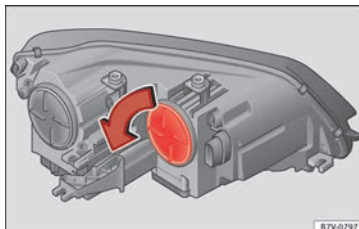

Fig. 213 En el vano motor: cubierta del intermitente.
2.	Gire la cubierta » fig. 213 en el sentido de la flecha y extraígalas.
7.	Gire la cubierta » fig. 213 hasta el tope en sentido contrario al de la flecha.